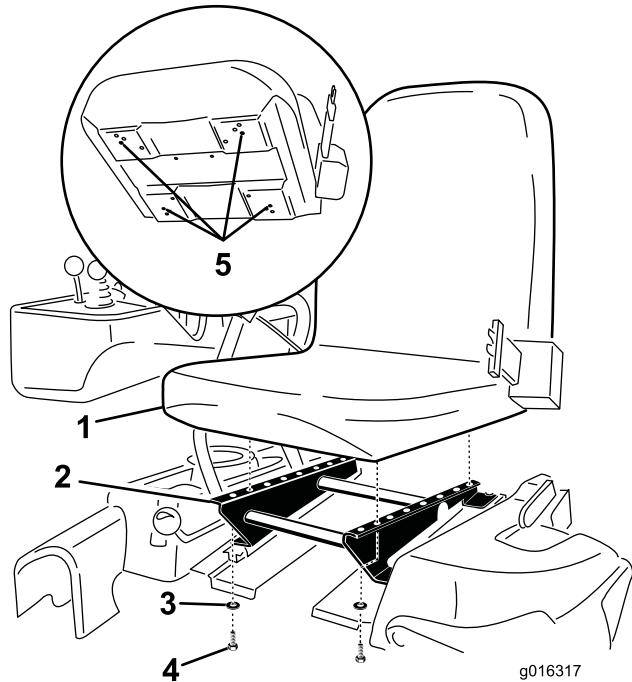

Bild 4
- Befestigen Sie den Sitz mit den vier vorher entfernten Schrauben und Scheiben am Sitzunterteil (Bild 4).